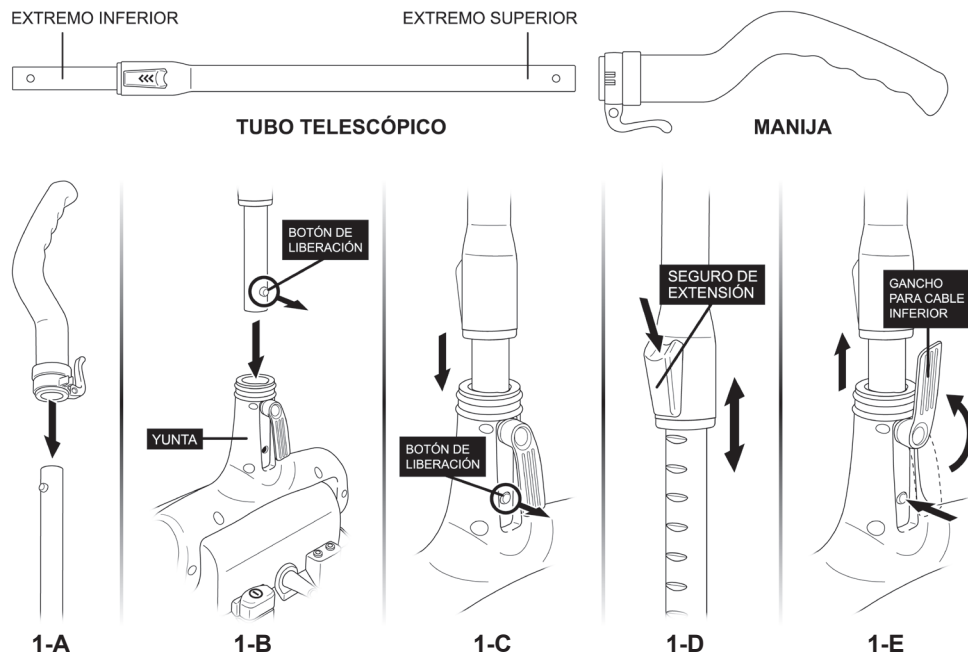

FIGURA 1
1. Conecte la Manija al extremo superior (más ancho) del Tubo Telescópico. Para esto, simplemente deslice la Manija en el Tubo hasta que quede fija en su lugar (FIGURA 1-A).
2. Introduzca el extremo inferior (más angosto) del Tubo Telescópico en la yunta encima del Cabezal del Trapeador. Cuando lo introduzca, asegúrese de que el botón de liberación del Tubo quede en la parte trasera de la yunta, como se ilustra (FIGURA 1-B).
3. Presione el Tubo Telescópico en la yunta hasta que el botón de liberación quede fijo dentro del pequeño agujero detrás de la abrazadera (FIGURA 1-C). Ahora el Tubo debe estar asegurado dentro del Cabezal del Trapeador.
4. Para ajustar el largo del Tubo Telescópico, presione el seguro de extensión hacia abajo. Mientras tanto, mueva la sección superior del Tubo hasta el largo deseado (FIGURA 1-D). Suelte el seguro, luego ajuste la sección superior del Tubo nuevamente hasta que haga clic y esté asegurada en su lugar.
5. Para desconectar el Tubo Telescópico, gire 180° el Gancho del Cable inferior hacia arriba y presione firmemente el botón mientras hala el Tubo fuera de la yunta del Cabezal del Trapeador (FIGURA 1-E).